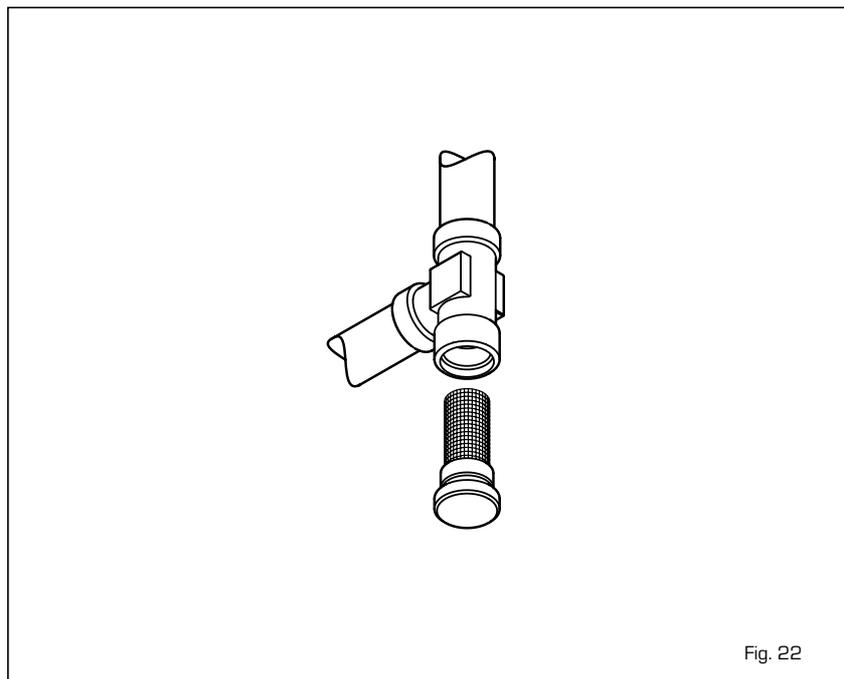

Fig. 22
4.5.2 Pulizia "Aqua Guard Filter System" (fig. 22)